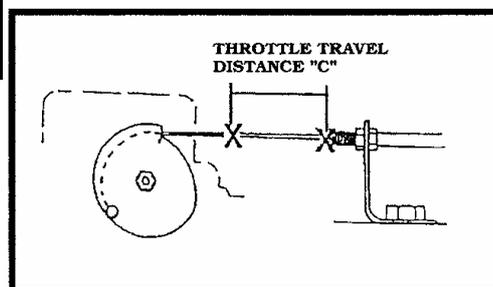

Figure 6
C. 测量 A 记号与 B 记号的距离 C (图 6); 距离 C 即为油门钢索行程，如距离 C 大于 41m/m，则直接跳至 11 页；如距离 C 小于 41m/m 则继续执行 D 步骤。